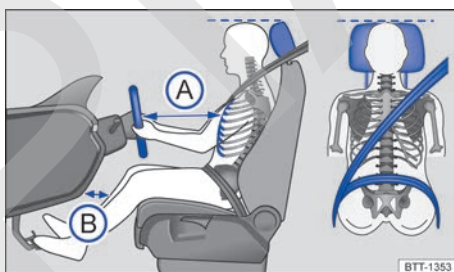

Fig. 1 Distancia correcta entre el conductor y el volante, colocación correcta de la banda del cinturón y ajuste correcto del apoyacabezas.
- Ajuste el apoyacabezas de modo que el borde superior del mismo quede a la altura de la parte superior de la cabeza, pero nunca por debajo de los ojos. Mantenga siempre la parte trasera de la cabeza lo más cerca posible del apoyacabezas → fig. 1.